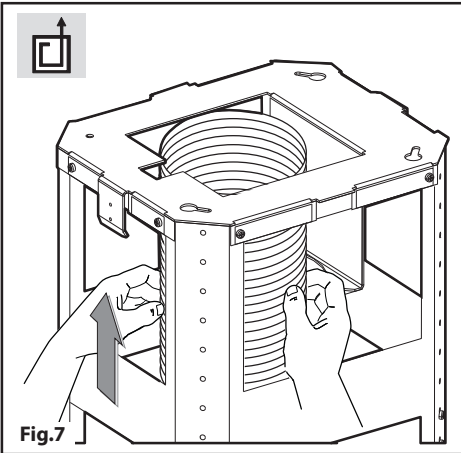

Fig.7
- **Version aspirante:** fixer le tuyau flexible au trou d'évacuation air disposé préalablement (Fig. 7).